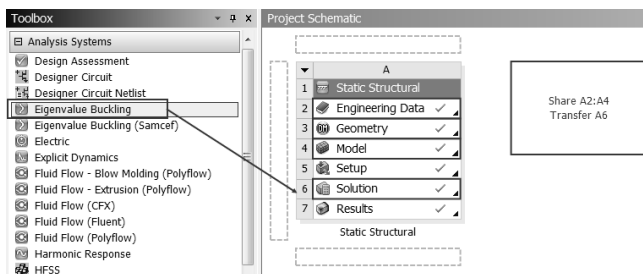

图 14-32 创建特征值屈曲分析
Step1：如图 14-32 所示，将 Toolbox（工具箱）中的 Eigenvalue Buckling（特征值屈曲分析）选项直接拖曳到项目 A（静力分析）的 A6 Solution 中。